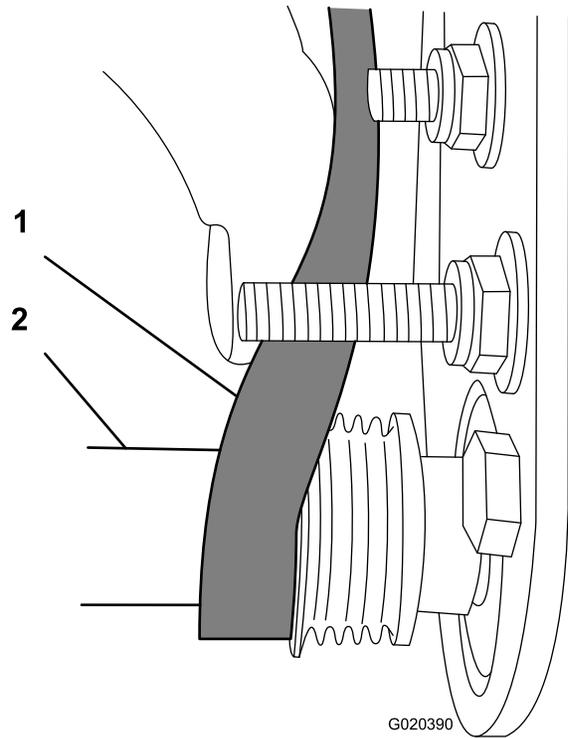

图 14
- 启动从动皮带轮上的皮带 图 14。
- 使用深套管9/16 英寸旋转滚筒刷组件并把皮带引入从动皮带轮 图 14。